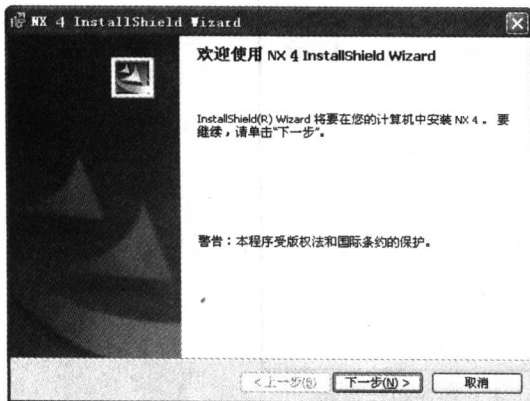

图 1-12 NX 4 安装向导界面
(3) 下面开始进入正式的 NX 4 安装向导界面, 如图 1-12 所示。